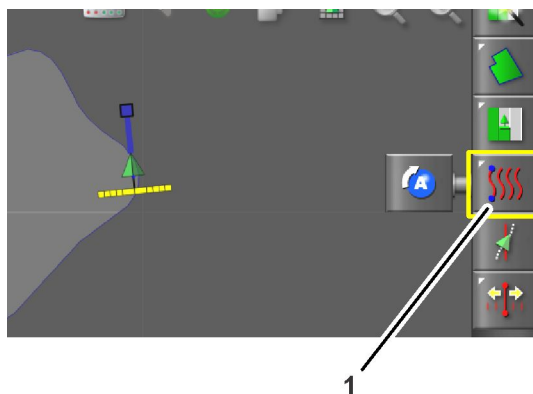

Figure 15
4. Appuyez sur l'icône du menu lignes guides (Figure 15).